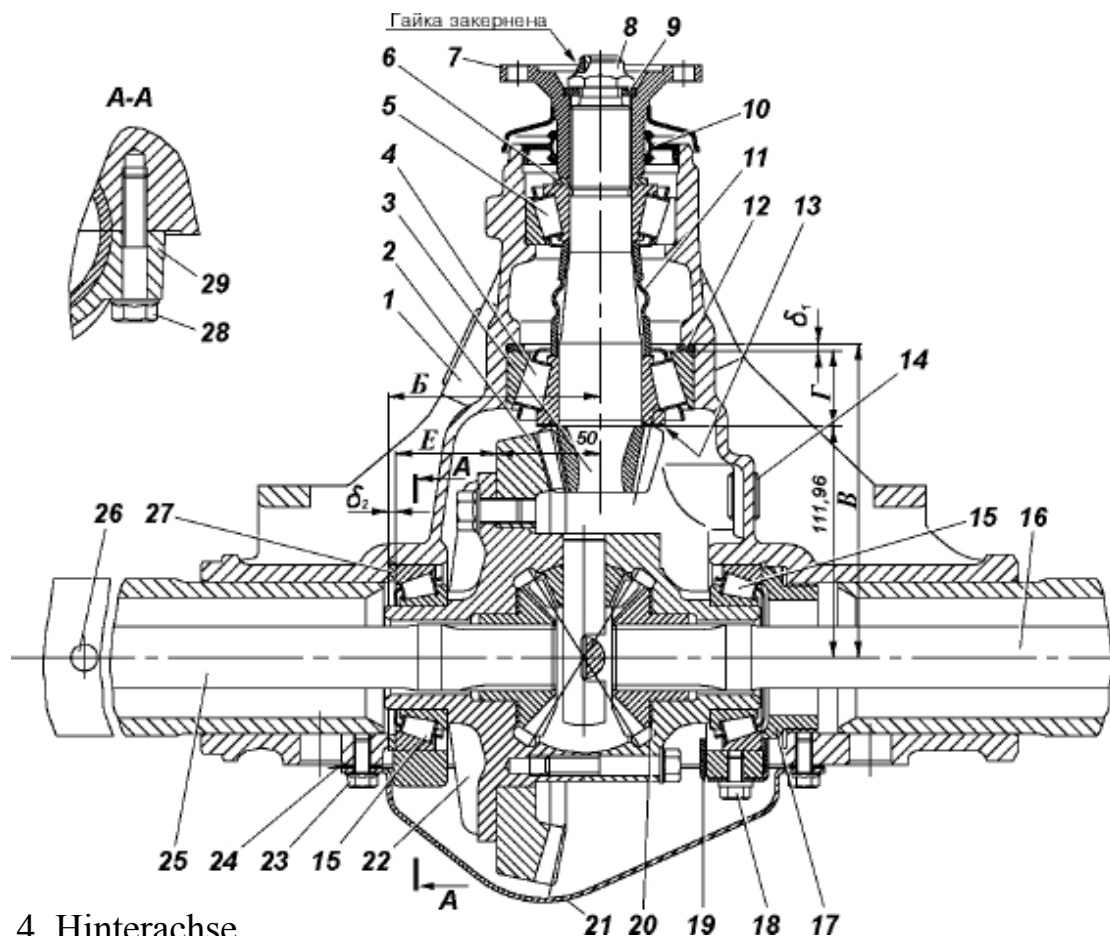
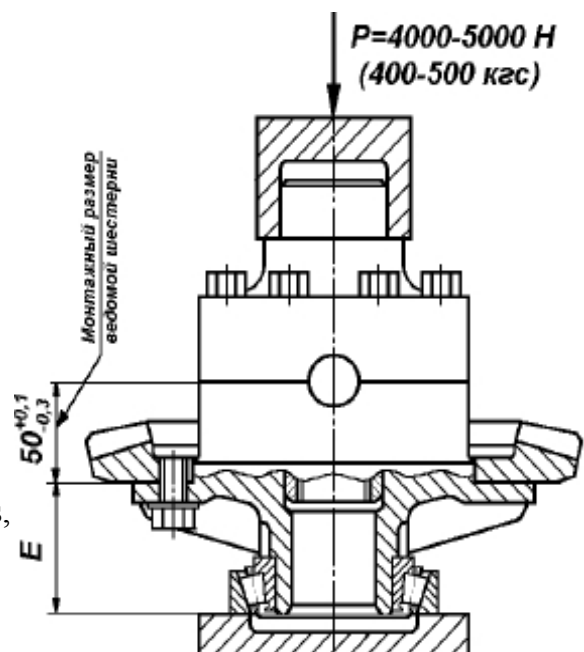

Abb. 4. Hinterachse
Abb. 10 Messung des Einbaumaßes des Differentialgetriebes mit Lager
Um das Axialspiel des Antriebszahnrad zu beseitigen, muss die Mutter 8 angezogen werden (siehe Abb. 4). Beachten Sie dabei, dass die Mutter in die Nut des Gewindeteils des Antriebszahnrad eingreift und beim Anziehen ein hoher Kraftaufwand am Schraubenschlüssel erforderlich ist. Ziehen Sie die Mutter vorsichtig an, bis das Axialspiel des Antriebszahnrad beseitigt ist, ohne sie zu überdrehen, und sichern Sie die Mutter anschließend mit einem Splint. Wenn sich die gesicherte Mutter nicht anziehen lässt, sollte sie
Flansch des Antriebszahnrad. Die mit dem Ring 6 (siehe Abb. 4) verbundene Stirnfläche des Flansches muss glatt sein. Schleifen Sie sie gegebenenfalls auf eine Höhe von mindestens 53 mm ab.
$\delta_1 = (B - (111,960 + G))\text{ mm}$ mit einer Genauigkeit von $\pm 0,025\text{ mm}$. (Das Maß Γ wird wie in Abb. 9 gezeigt gemessen.) Setzen Sie es in das Gehäuse I (siehe Abb. 4) des Hauptgetriebes ein.
Beim Einbau eines neuen Abtriebszahnrad 2 und eines neuen Lagers 15, das auf der Seite des Abtriebszahnrad montiert ist und am Einstellring 27 anliegt, messen Sie das Maß E (Abb. 10), indem Sie eine Axialkraft $P = 4000\text{--}5000 \text{ N}$ (400–500 kgf) und das Lager einlaufend, damit die Rollen die richtige Position einnehmen. Messen Sie im Gehäuse das Maß B (siehe Abb. 4) von der Achse des Antriebszahnrad bis zur Anschlagfläche des Differentiallagers. Wählen Sie anhand der tatsächlichen Maße B, E und des Einbaumaßes 50 mm des Abtriebszahnrad
Wenn nur das Lager des Differentials, das auf der Seite des Abtriebszahnrad montiert ist, sollte die Einbauhöhe des Lagers zu messen, wie in Abb. 9 dargestellt. Wenn die gemessene Höhe des neuen Lagers größer oder kleiner der Höhe des alten Lagers um einen bestimmten Wert), dann muss, um die Position des angetriebenen, muss der neue Einstellring 27 (siehe Abb. 4) im ersten Fall dünner oder dicker im zweiten als genau gleichen Größe. ~~Schritt~~anschließend stellen Sie die Vorspannung der Differentiallager wie oben beschrieben ein.
3. Setzen Sie die Deckel 29 (siehe Abb. 4) der Differentiallager auf und befestigen Sie sie mit den Schrauben 28, Anzugsmoment max. 5,0 N • m (0,5 kgf • m).
Bei Kontakt am schmalen Ende des Zahns (Abbildung 4)
8. Lösen Sie die Schrauben 28 (siehe Abb. 4). Tragen Sie anaerobes Dichtmittel UG-6 auf den Gewindeteil auf, nachdem Sie das Gewinde der zu verbindenden Teile entfettet haben, und anschließend ziehen Sie die Schrauben fest. Das Anzugsmoment beträgt 140 - 160 N·m (14 - 16 kgf·m).